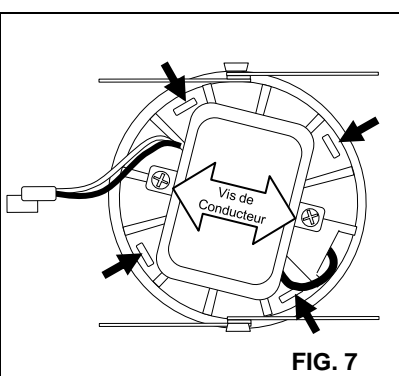

FIG. 7
4. Retirer les VIS de CONDUCTEUR et se séparer de l'ancien CONTRÔLEUR LED du DISSIPATEUR DE CHALEUR. (FIG. 7)
6. Montez le nouvelle CONTROLEUR sur le DISSIPATEUR DE CHALEUR en utilisant le vis retirées précédemment. (FIG. 7)